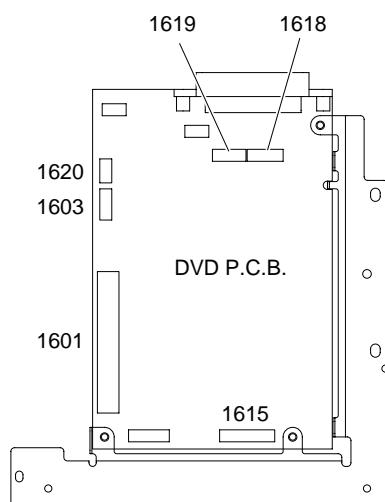

Fig. 6
- Remove connectors 1601, 1603, 1615, 1618, 1619 and 1620 in Fig. 6.
- コネクター1601、1603、1615、1618、1619、1620を外します。(Fig. 6)